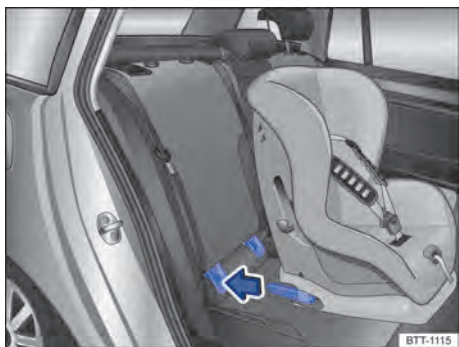

Fig. 79 Representação esquemática: instalar a cadeira de criança ISOFIX com os braços de apoio.
- Inserir os braços de apoio da cadeira de criança nas ancoragens ISOFIX ⇒ Fig. 79, no sentido da seta. A cadeira de criança deve engatar de modo seguro e audível.